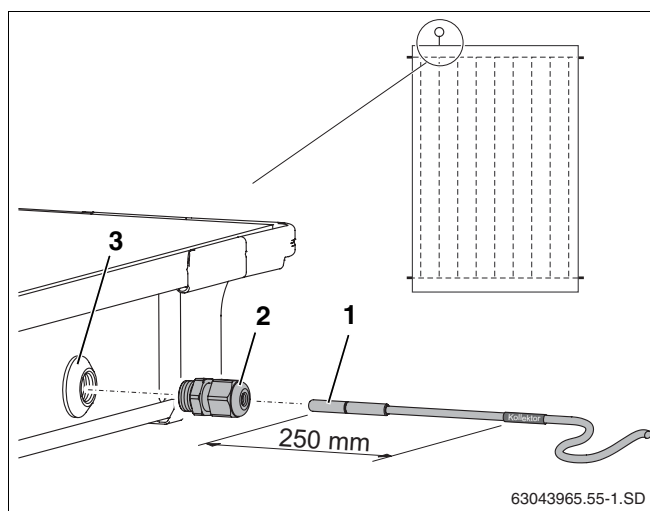

Fig. 51 Deslocar o sensor do colector no colector
Para um funcionamento sem problemas da instalação solar é necessário que o sensor do colector (fig. 51, **item 1**) seja deslocado até ao batente (corresponde a aprox. 250 mm) no tubo guia do sensor.
- ▶ Perfurar a camada de revestimento da passagem do sensor com o sensor do colector ou a chave de parafusos (fig. 51, **item 3**).
- ▶ Apertar a união roscada de aperto (fig. 51, **item 2**) à passagem do sensor.
- ▶ Apertar a união roscada de aperto (fig. 51, **item 2**), se necessário, encostar.
Caso tenha perfurado a passagem do sensor (fig. 51, **item 3**) de um colector errado, este deverá ser vedado com o tampão do jogo de ligação. Antes disso, deverá retirar, com a ajuda da união roscada de cabo (fig. 51, **item 2**), a porca que se encontra na passagem do sensor.